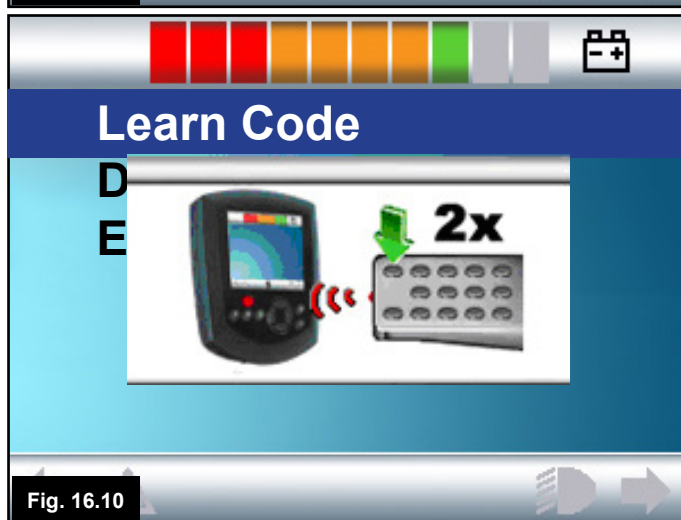

Fig. 16.10
6. Pek TV-apparatets fjernkontroll mot Omnis mottakerlampe, og trykk to ganger på knappen for neste kanal på fjernkontrollen (Fig. 16.10).